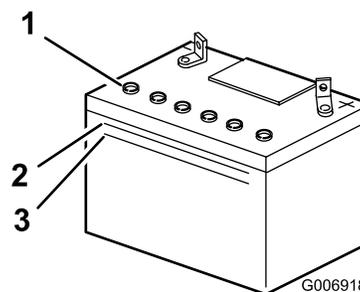

Bild 28
Hinweis: Der Säurestand darf nicht unter die untere Linie fallen (Bild 28).
- Entfernen Sie die Entlüftungsdeckel von der Batterie (Bild 28).
- Gießen Sie langsam destilliertes Wasser in jede Batteriezelle, bis der Säurestand die obere Linie (Bild 28) am Batteriegehäuse erreicht.
- Warten Sie nach dem Füllen der Batteriezellen fünf bis zehn Minuten. Gießen Sie bei Bedarf destilliertes Wasser in jede Batteriezelle, bis der Säurestand die obere Linie (Bild 28) am Batteriegehäuse erreicht.